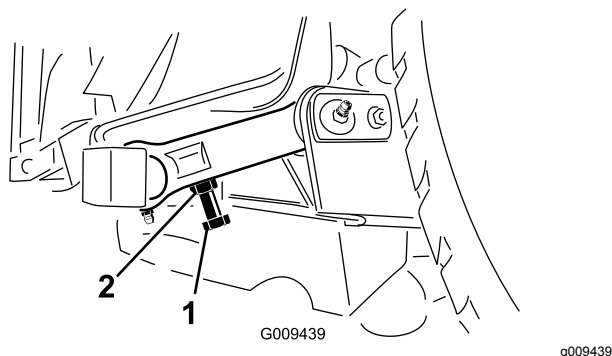

Figura 32
3. Para ajustar distância, localize o parafuso de ajuste existente na ligação articulada posterior da unidade de corte (Figura 32).